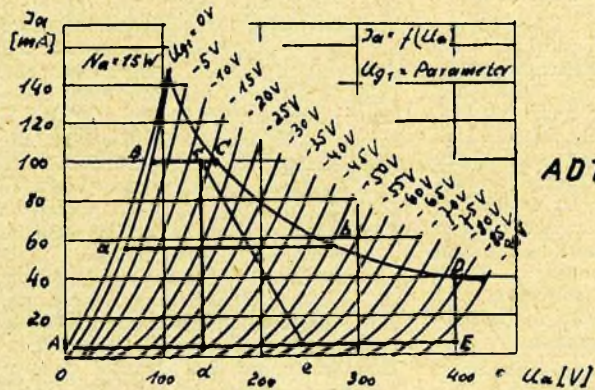
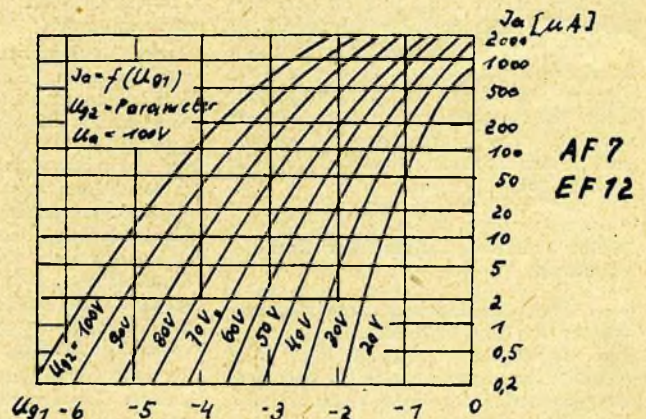
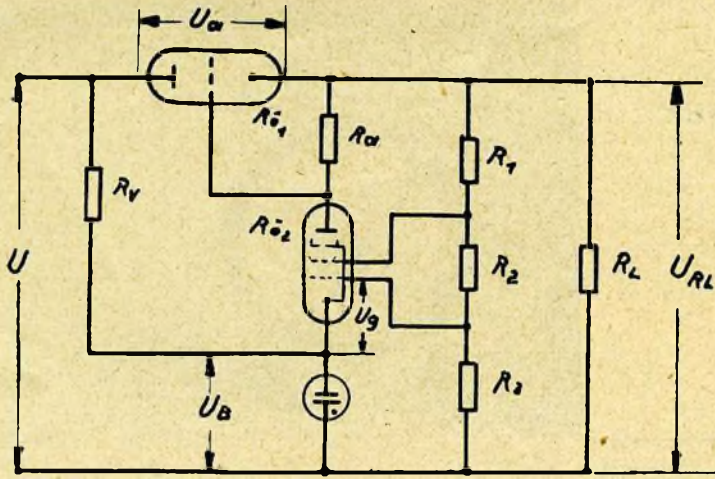

Bild 7
Bild 8
Bild 9
Bei der Regelröhre $R_0 1$ interessiert die Bestimmung des Innenwiderstandes bzw. die an der Röhre abfallende Spannung U_a in Abhängigkeit von I_a und U_g . Die Zusammenhänge zeigt das I_a - U_a -Kennlinienfeld der Röhre AD 1 in Bild 7. Das ausnutzbare Arbeitsfeld ist begrenzt durch den Gitterstromereinsatz bei $U_{g1} = -1,3 \text{ V} \hat{=} \text{Linie A...B}$, den höchstzulässigen Verbraucherstrom $I_{a_{\max}} \hat{=} \text{Linie B...C}$, die höchste zulässige Anodenverlustleistung $N_{a_{\max}} \hat{=} \text{Linie C...D}$, die höchste zulässige Anodenspannung $U_{a_{\max}} \hat{=} \text{Linie D...E}$ und den kleinsten Anodenstrom $I_{a_{\min}} \hat{=} \text{Linie E...A}$. $I_{a_{\min}}$ ist der kleinste der Regelschaltung entnommene Strom, d. h. wenn der Lastwiderstand R_L abgeschaltet ist. Bei konstantem Laststrom ($I_a = \text{konst.}$) wird bei der Ausregelung von Speisespannungsschwankungen die waagerechte Linie a...b durchlaufen. Ihre Enden auf den Grenzen des Arbeitsfeldes geben auf der Abszisse die Größe der in $R_0 1$ abfallenden Spannung, also die Größe des Spannungsregelbereiches an. Auf den U_g -Linien
Der Zusammenhang zwischen Ia und Ug der Verstärkerröhre ist ersichtlich aus dem Ia-Ug-Kennlinienfeld der Rö 2 in Bild 8. Die vollständige Schaltung eines Regelgerätes zur Stabilisierung von Verbraucherspannungen zeigt Bild 9. Die Abhängigkeit der Steuerungspannung Ug1 für Rö 2 von der Verbraucherspannung URL läßt sich ausdrücken durch die Beziehung
Die benötigte Gitterspannung Ug(Rö1) ist aus dem Kennlinienfeld Bild 7 zu entnehmen. Die Schirmgitterspannung der Rö 2 wird als Spannungsabfall an der Summe der beiden Teilerwiderstände R2 und R3 gewonnen. Da die Höhe der Schirmgitterspannung bekannt ist (Bild 8), interessiert die Größe des Widerstandes R2 + R3 mit
wobei UB die Brennspannung der Glimmstrecke ist. Zu dem Anodenstrom Ia(Rö2) liest man aus Bild 8 die Gitterspannung Ug1 für Rö 2 auf dem entsprechenden Ug2-Parameter ab. Sie schwankt aber im entsprechenden Verhältnis mit der Verbraucherspannung URL. Es ergeben sich also mindestens zwei Grenzwerte. Aus der Differenz dieser zwei Grenzwerte ΔUg1(Rö2), die bei einem beliebigen Betriebsfall den Regelbereich einschließen, folgt die Änderung der Verbraucherspannung ΔURL, die beim Durchlaufen des Regelbereiches eintritt, zu:
Im folgenden Beispiel wird gezeigt, welche Möglichkeiten ein Regelgerät bietet, wenn die Regelröhre entsprechend dem in Bild 7 angegebenen Arbeitsfeld ausgenutzt wird.
Wenn die Speisespannung U um 210 V schwankt, ändert sich der Anodenstrom der Rö 2 also zwischen 2,6 μA und 102 μA. Die Verstärkerröhre soll mit einer Schirmgitterspannung Ug2 = 30 V betrieben werden. Die Grenzwerte der Gitterspannung für Rö 2 werden Bild 8 entnommen. Auf dem Ug2-Parameter für 30 V beträgt Ug1 bei Ia = 102 μA ≈ -1,23 V und bei Ia = 2,6 μA beträgt Ug1 ≈ -2,1 V. Damit wird die Differenz ΔUg1(Rö2) = (2,1-1,23) V = 0,87 V. Mit einem angenommenen Spannungsteilverhältnis v = 0,4 kann man nun nach Formel (5) die Schwankungen der Verbraucherspannung URL berechnen zu
Um Störungen des Regelvorganges durch Gitterstrom zu vermeiden, muß die Gitterspannung $U_{g1}(R_{ö1})$ bei dem größten Anodenstrom I_{amax} der Regelröhre -1 V betragen. Der Anodenstrom I_{amax} der Regelröhre ist durch die höchste vorkommende Gitterspannung an der Regelröhre und den gewählten Ra festgelegt. Mit dieser Forderung kann der Mindestwert für U_{g2} der Rö 2 aus Bild 8 entnommen werden. Das ist aber gleichzeitig der günstigste Wert. Es ergeben sich also folgende Regeln für die Bemessung von Ra und U_{g2} der Rö 2:
Das angeführte Zahlenbeispiel ergab, daß der Restfehler der einfachen Rückwärtsregelung für den Ausgleich von Schwankungen der Speisespannung bei Verwendung der üblichen Röhren etwa $0,5 \dots 1\%$ beträgt. Bei der Ausregelung von Schwankungen der Verbraucherspannung infolge Laständerungen, bei einem Innenwiderstand der Speisespannungsquelle $R_{ig1} = 1$ kOhm, ist für $I_{RL} = 100$ mA nach Bild 7 $\Delta U_{g1}(R_{ö1}) = 44$ V. Bei $U_{g1}(R_{ö1}) = -1$ V... -45 V und $R_a = 0,5$ MOhm ergibt das nach Bild 8 eine Gitterspannungsdifferenz von $\Delta U_{g1}(R_{ö2}) = (2,1-1,23)$ V = $0,87$ V, also bei $v = 0,4$ wird $\Delta U_{RL} = 2,2$ V. Der wirksame Innenwiderstand der als Stromquelle betrachteten Regelschaltung beträgt
Bei $U_{g1}(R_{ö1}) = -13$ V... -57 V (Linie c... e in Bild 7) ergibt sich: